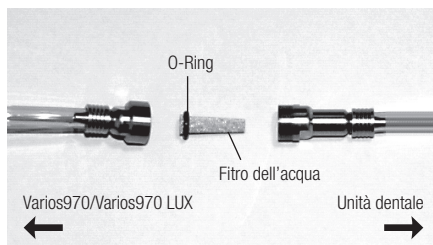

Fig.43
- 3) È possibile rimuovere il filtro dell'acqua quando dopo averlo estratto dal relativo alloggiamento come illustrato nella Fig. 43.